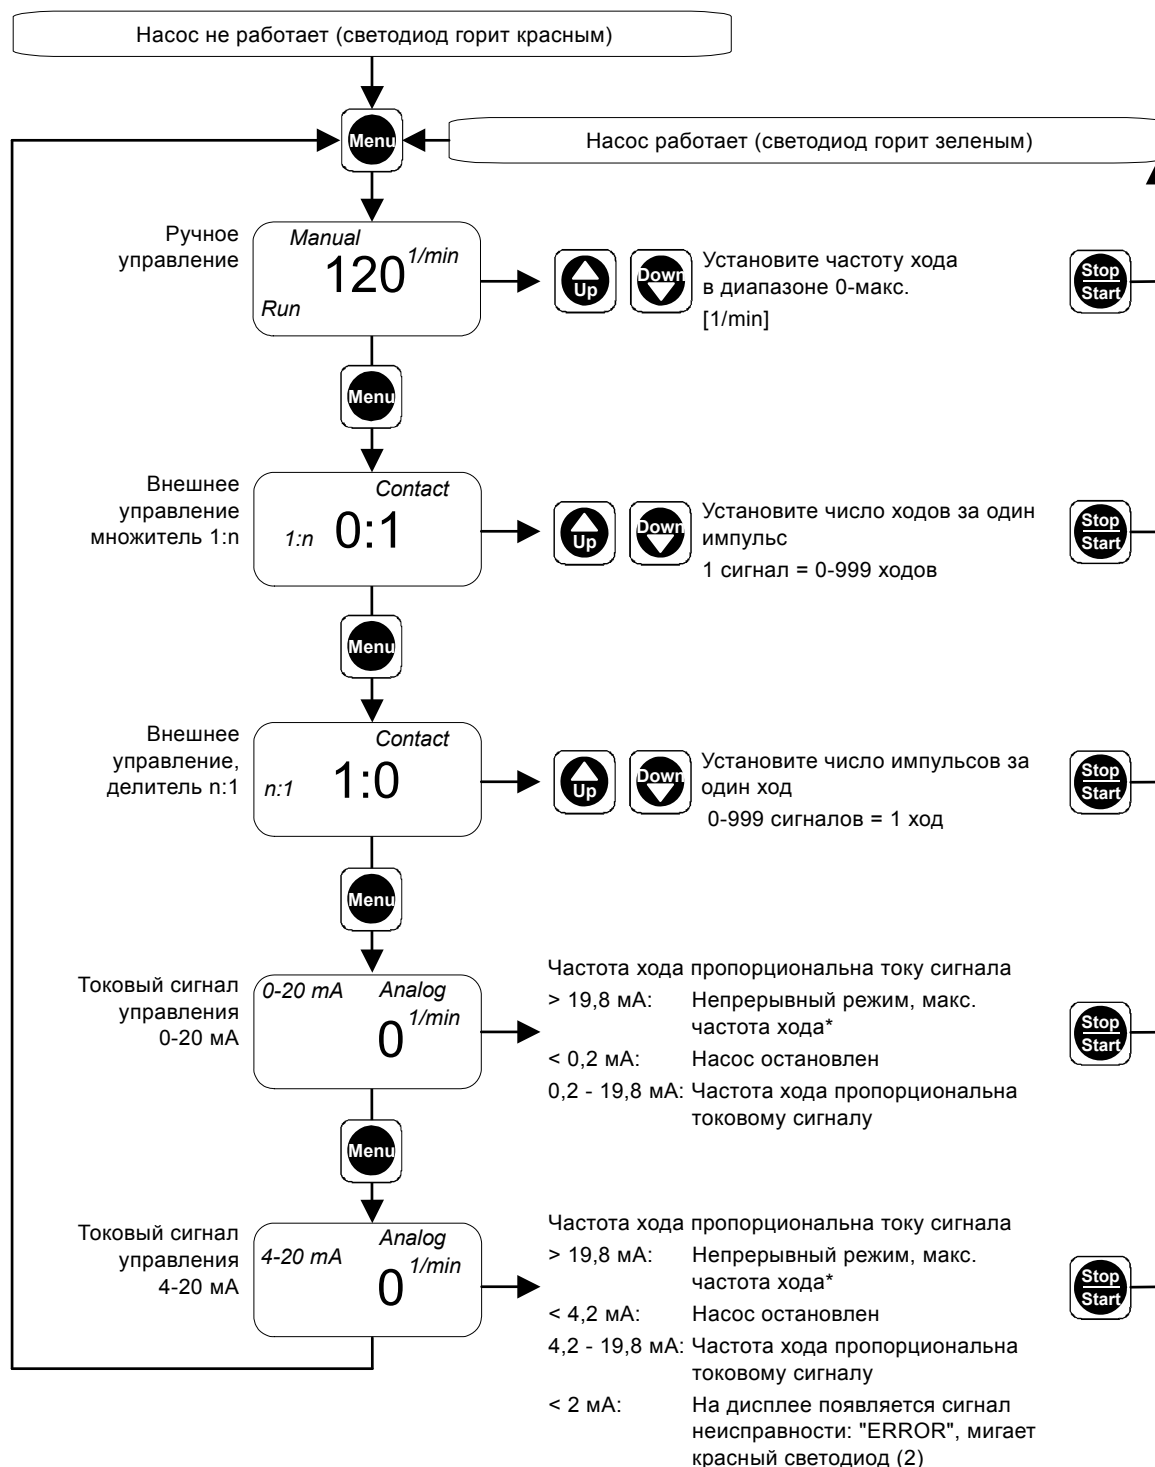

Рис. 19 Первый функциональный уровень
3. Кнопки "Вверх" и "Вниз" используются для изменения настроек в соответствующем меню, как показано на рис. 19.